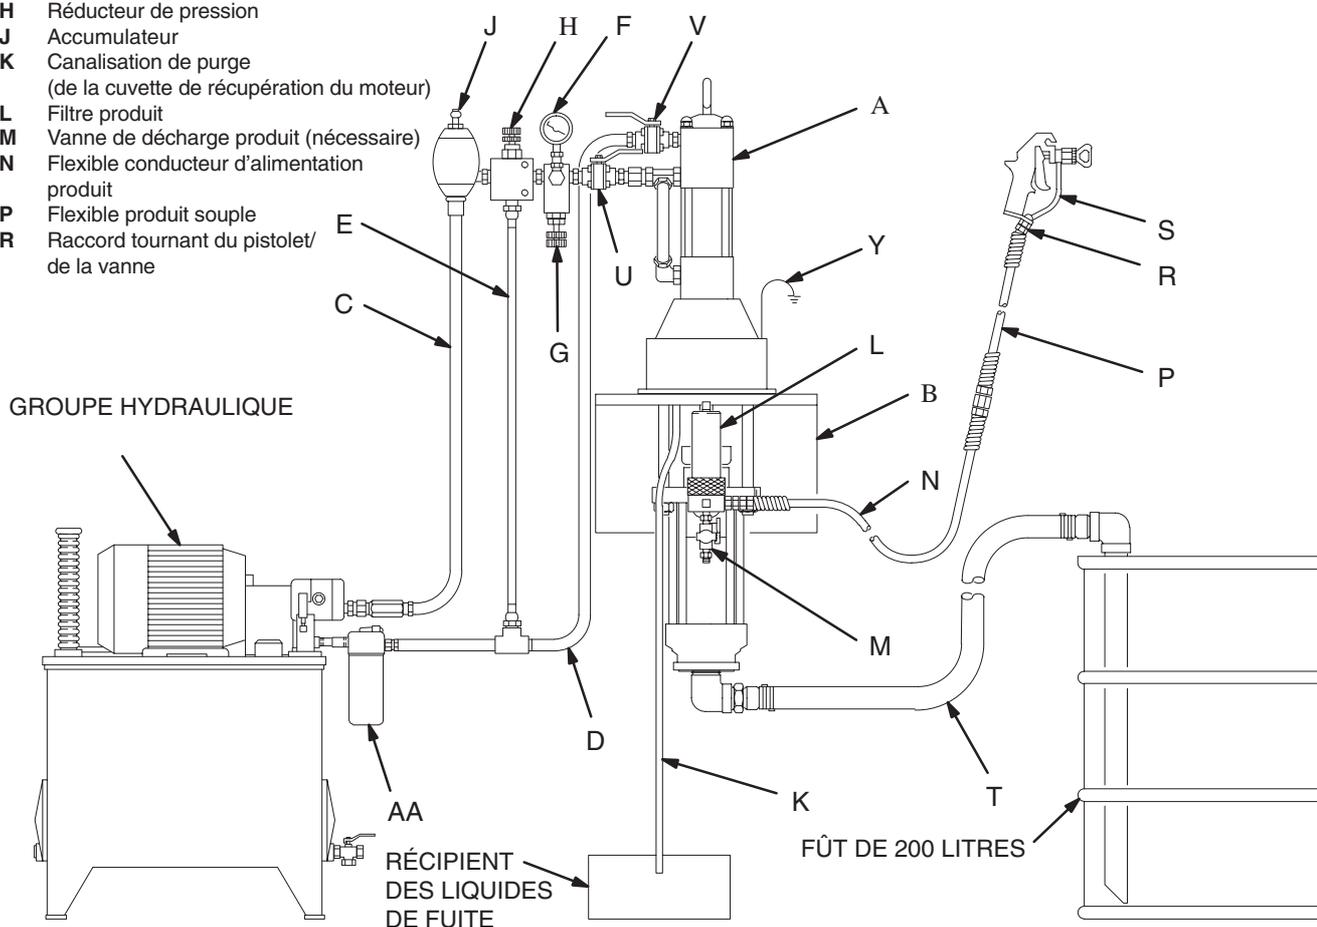

Fig. 4
La Fig. 4 constitue simplement un guide pour le choix et l'installation des accessoires et des composants du système. Prenez contact avec votre distributeur Graco afin qu'il vous aide à concevoir un système qui réponde à vos besoins particuliers.
Monter la pompe (A) selon le type d'installation prévu. La Fig. 4 illustre un système à montage mural. Les dimensions de la pompe et le schéma de perçage des trous de fixation sont indiqués en pages 36 et 37.
Sur la conduite d'alimentation hydraulique (C), installer les accessoires suivants dans l'ordre indiqué en Fig. 4, en utilisant des adaptateurs si nécessaire:
- **Une vanne d'arrêt (U)** pour isoler la pompe pour entretien.
- **Un manomètre à fluide (F)** pour contrôler la pression d'huile hydraulique arrivant au moteur et éviter une surpression dans le moteur ou le bas de pompe. **Un régulateur de débit à pression et température compensées (G)** empêche le moteur de passer en surrégime et de s'endommager.
- **Un réducteur de pression (H) avec drain (E)** raccordé directement sur la tuyauterie de retour hydraulique (D).
- **Un accumulateur (J)** destiné à réduire les coups de bélier provoqués par l'inversion du moteur.
- **Une vanne d'arrêt (V)** permettant d'isoler la pompe pour entretien.
- **Un filtre (AA)** de 10 microns (400 mesh).
Installer les accessoires suivants dans les positions indiquées à la Fig. 4 en utilisant des adaptateurs si nécessaire:
- **Un filtre produit (L)** avec un élément de 60 mesh (250 microns) en acier inoxydable pour filtrer les particules du produit en sortie de la pompe. Il comprend une **vanne de décharge produit (M)**, qui est nécessaire sur l'installation pour relâcher la pression produit dans le flexible et le pistolet (Voir la **MISE EN GARDE** ci-contre).
- **Un pistolet ou une vanne (S)** distribue le produit. Le pistolet représenté à la Fig. 4 est un pistolet pulvérisateur sans air pour produits de viscosité faible à moyenne.
- **Un raccord tournant (R)** améliorant la maniabilité du pistolet.
- **Un kit d'aspiration (T)** permet à la pompe d'aspirer le produit d'un fût de 200 litres.
1. Se reporter à la Fig. 4 de la page 10. Raccorder le kit d'aspiration (T) à l'entrée produit de la pompe et placer le tube dans l'alimentation produit.
3. S'assurer que la vanne d'arrêt de la tuyauterie d'alimentation (U) et la vanne d'arrêt de la tuyauterie de retour (V) sont fermées.
5. Maintenir fermement une partie métallique du pistolet/ de la vanne (S) sur le côté d'un seau métallique relié à la terre et maintenir la pression sur la gâchette.
6. Ouvrir *d'abord* la vanne d'arrêt de la tuyauterie de retour (V), puis ouvrir lentement la vanne d'arrêt de la tuyauterie d'alimentation (U).